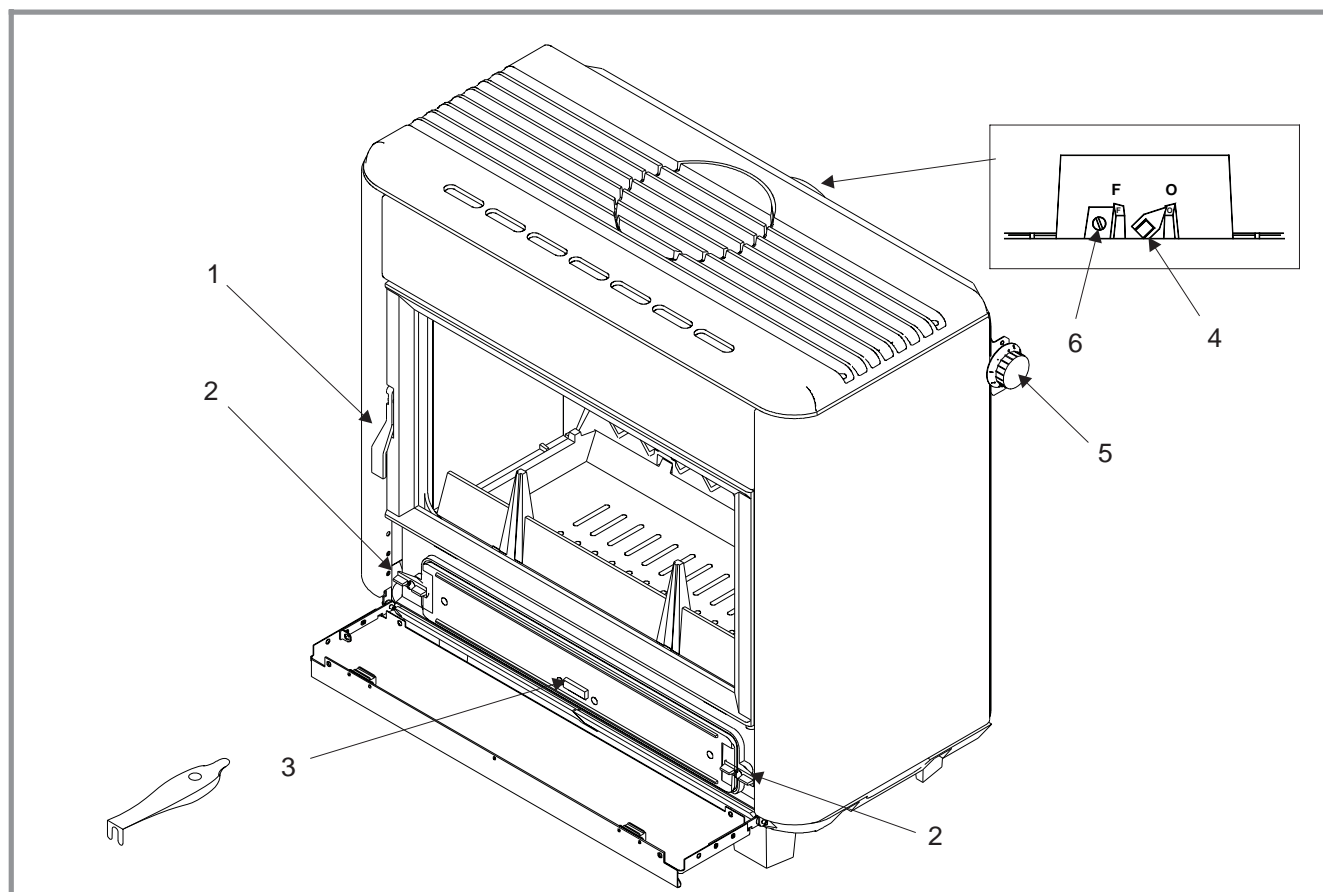

Figure 5 - Organes de manoeuvre
- Après installation de l'appareil, vérifier le tirage de la cheminée. Ôter préalablement la vis, (# 6, fig. 5).
- Vérifier que le registre de tirage (clapet) est ouvert (# 4, fig. 5).
*Remarque* : Lorsque le tirage de la cheminée est excessif, positionner l'index de commande du clapet sur **F** ou sur une position intermédiaire (# 4, fig. 5).